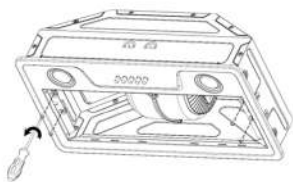

Рис. 4
3. С помощью винтов с шайбами из монтажного комплекта и отвертки прикрепите вытяжку к шкафу. (Рис. 4)